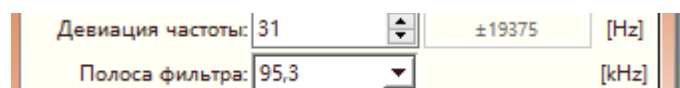

Рисунок 33 – Поля «Девиация частоты» и «Полоса фильтра» в окне «RF-настройки» для Милур IC U-Z и модулей RF
- Настроить девиацию частоты с помощью поля «Девиация частоты» (рис. 33)
- Выбрать полосу фильтра в выпадающем списке «Полоса фильтра» (рис. 33)